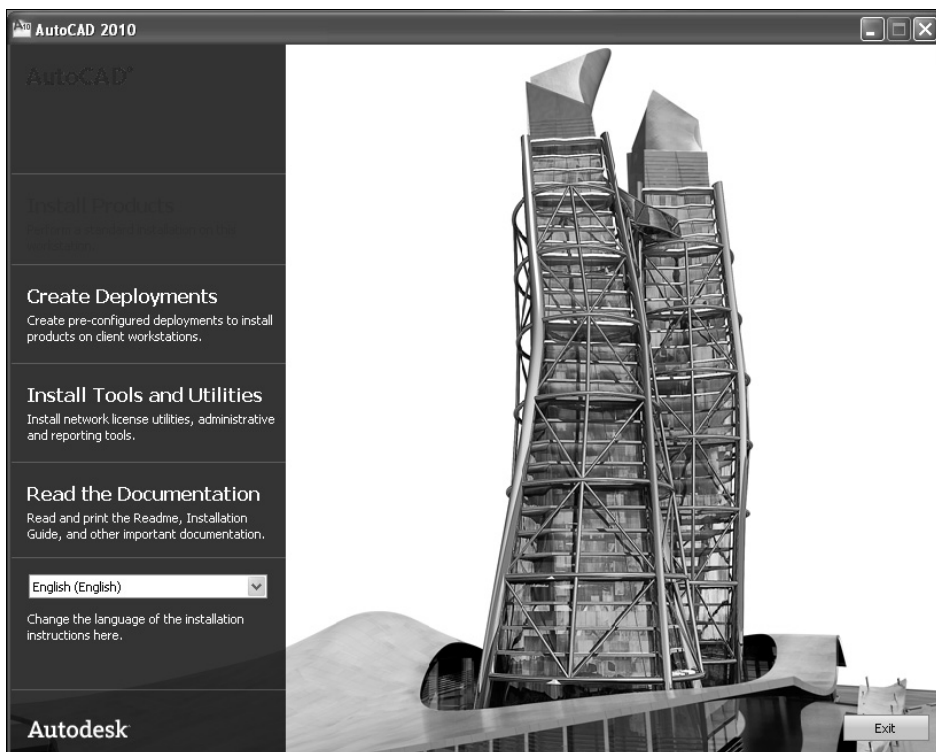

Рис. 1.1. Выбор вариантов использования инсталляционного пакета программы
В графическом меню первого диалогового окна мастера установки программы (рис. 1.1) можно выбрать:
1. В первом окне мастера установки (рис. 1.1) щелкните кнопку **Install Products** (Установка программ).